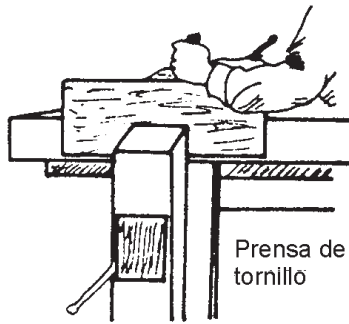

Figura 2
- **Prensa de tornillo o tornillo de banco fijo.** Se utiliza para sujetar la madera, para cortarla, cepillarla y ensamblar varias piezas, etc. (figura 2).